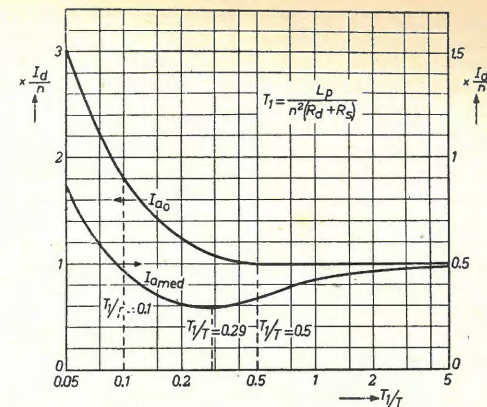

Fig. 3. - Corrente anodica di picco e media nei rapporti di  $T_1/T$ .
Le due importanti caratteristiche della corrente anodica, ossia la corrente anodica media  $I_{amed}$  e la corrente anodica di picco  $I_{ao}$ , sono tracciate in fig. 3, in funzione dei valori di  $T_1/T$ . Si rileva che per  $T_1/T = 0,29$  la corrente anodica media è un minimo e corrisponde a  $0,29 I_d/n$ . Per  $T_1/T = 0,5$  il valore anodico di picco ha raggiunto il suo valore minimo, che corrisponde a  $I_d/n$ . In questo caso la corrente anodica media è solo leggermente maggiore di quella corrispondente per  $T_1/T = 0,29$ .
C.C. nel primario (vedi fig. 3)	16,5 + 2 mA